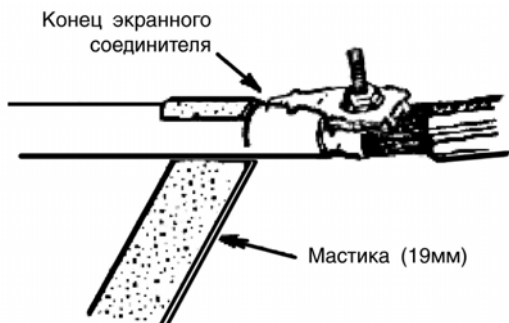

Рис. 9.5. Обмотка кабеля мастикой при монтаже прямых муфт.
9.1.10. При монтаже прямых муфт наложить по одному витку 19 мм мастики на оболочку кабелей за экранным соединителем (рис. 9.5.).